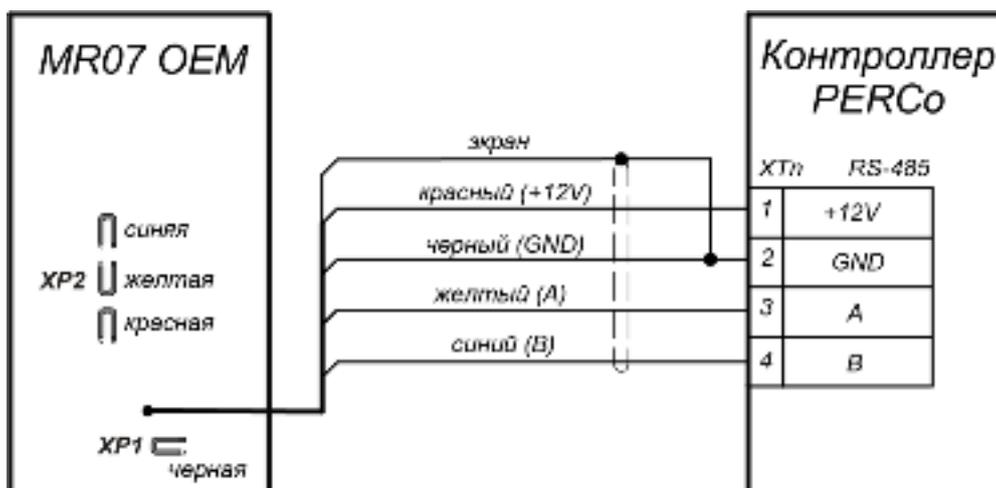

Рисунок 1. Схема подключения считывателя к контроллеру PERCo (на схеме показано взаимное расположение переключателей **PERCo-MR07 OEM**)
Кабель для подключения считывателя выведен с его тыльной стороны. Кроме того, на тыльной стороне считывателя расположены четыре перемычки проводом (см. рис.1):
В считывателе предусмотрена звуковая индикация для отражения событий и состояний как собственно считывателя, так и контроллера СКУД. Управление звуковой индикацией считывателя контроллер СКУД осуществляет при помощи команд по интерфейсу RS-485 (схему подключения см. на рис. 1).
3. При помощи трех перемычек **XP2** (см. рис. 1) установите номер считывателя, для чего в соответствии с табл. 2 необходимые перемычки перекусите кусачками. Разрезанные перемычки не должны контактировать с другими перемычками.
4. С целью предотвращения искажений сигнала на концах линии связи *RS-485* должны быть установлены концевые резисторы. В считывателе **PERCo-MR07 OEM** такой резистор предусмотрен конструктивно. Если устанавливаемый считыватель не является конечным устройством на линии связи, то на нем необходимо отключить концевой резистор, для чего перекусите перемычку **XP1** (см. рис. 1). Проверьте наличие концевых резисторов на реальных концах линии связи интерфейса *RS-485*.
6. Проложите кабель, закрепите его и подключите к контроллеру СКУД (схему подключения смотри на рис. 1 и в руководстве по эксплуатации на соответствующий контроллер). Удлинение соединительного кабеля считывателя производится в соответствии с требованиями разд. 0, при этом сигнальные линии А и В интерфейса *RS-485* должны идти в одной витой паре (по симметричному каналу).